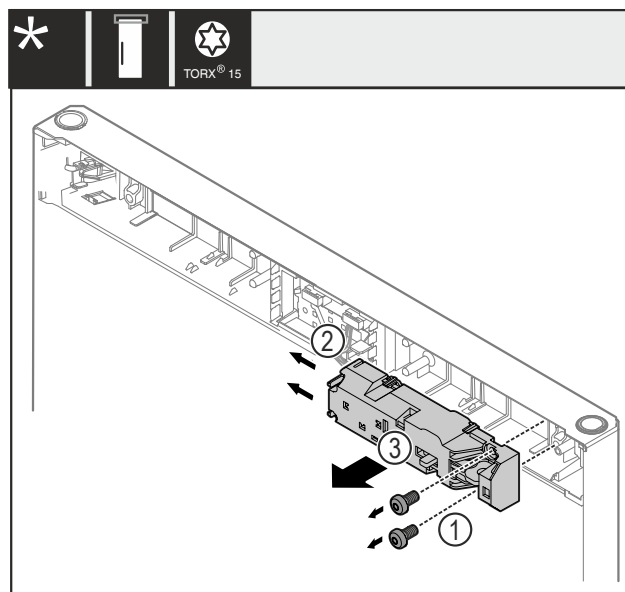

Fig. 21
- ▶ Wyciągnąć śruby Fig. 21 (1).
- ▶ Nacisnąć zaczepy Fig. 21 (2) do boku i zdjąć zdalną blokadę Fig. 21 (3).